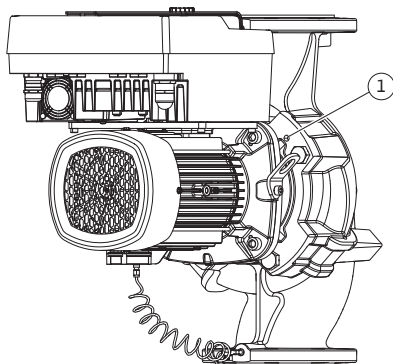

Fig. 10: Apăsarea ansamblului motor cu rotor hidraulic prin găurile filetate
5. Împingeți ansamblul motor cu rotor hidraulic (a se vedea Fig. 4) din carcasa pompei. În funcție de tipul pompei (vezi Fig. I ... Fig. IV), există două metode diferite. Pentru tipul de pompă respectiv (Fig. III și Fig. IV), slăbiți șuruburile (Poz. 29). Folosiți cele două găuri filetate adiacente (Fig. 10, Poz. 1) și folosiți șuruburi adecvate puse la dispoziție de client (de ex. M10 x 25 mm). Pentru tipul de pompă respectiv (Fig. I și Fig. II), utilizați cele două orificii filetate M10 (Fig. 104). Utilizați șuruburi adecvate puse la dispoziție de client (de exemplu, M10 x 20 mm). Fantele (Fig. 104, Poz. 2) pot fi folosite și pentru împingere.